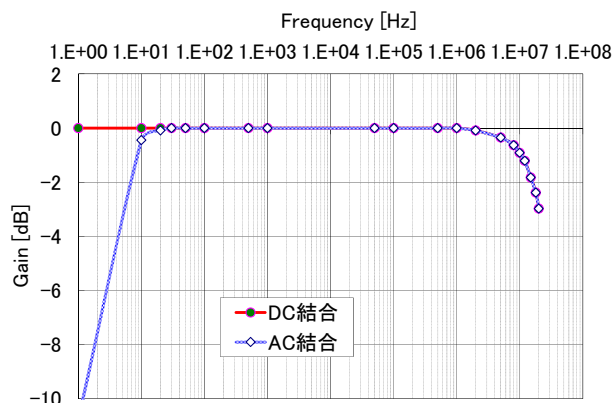

図 10. ゲイン周波数特性の測定例
- (4) SG 周波数をデータシート 5 に示す各周波数に逐次設定し、**CH** の**入力結合方式**を **DC** と **AC** を交互に切り替えて振幅 [V_{pp}] を記録する。リサージュ図で振幅測定すると計測しやすい。
- (5) 最大振幅 6 V を基準にして周波数特性を式(6)より求め、図 10 に示す例のように周波数軸に片対数(エクセルを使うと簡単)を用いて dB 表示する。